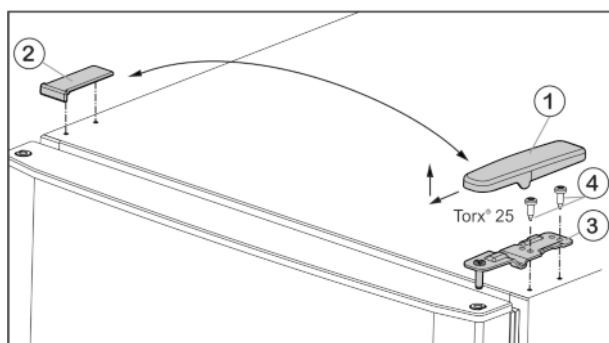
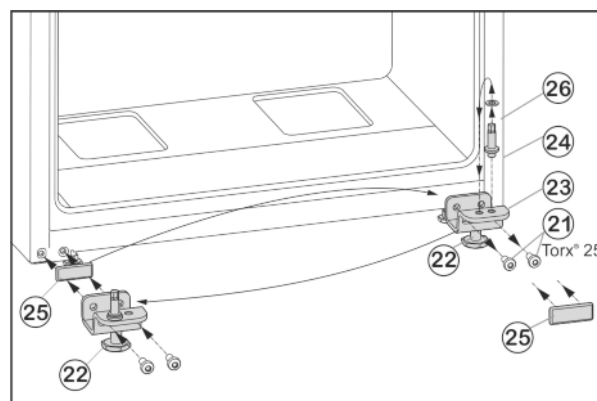

Fig. 5
Fig. 7
- Tõmmake kate Fig. 5 (1) suunaga ette- ja ülespoole maha.
- Tõstke kate Fig. 5 (2) pealt ära.
- Kruvige ülemine laagritugi Fig. 5 (3) küljest ära (2 tk Torx® 25) Fig. 5 (4) ja tõmmake ülespoole maha.
- Keerake kinnitsuskruvid Fig. 7 (21) välja.
- Võtke alumine laagripukk Fig. 7 (23) tervikuna koos laagripoldi Fig. 7 (24), seibi Fig. 7 (26) ja seadejalaga Fig. 7 (22) maha.
- Keerake laagripolt Fig. 7 (24) tervikuna koos seibiga Fig. 7 (26) välja, paigutage vastasküljel laagripuki kinnitusvasse ümber ning kruvige taas kinni.
- Võtke katteplaat Fig. 7 (25) ettevaatlikult maha ja paigutage vastasküljele ümber.
- Kruvige alumine laagripukk Fig. 7 (23) tervikuna koos laagripoldi Fig. 7 (24), seibi Fig. 7 (26) ja seadejalaga Fig. 7 (22) akutrelli kasutades uuel šarniirküljel taas tugevasti (4 Nm) külge.
- Asetage alumine uks ülaltpoolt laagripoldile Fig. 7 (24).
- Pange keskmine laagritugi (13) 180° võrra pööratult alumise ukse sisse ja keerake kinnitsuskruvidega (11)(2 tk Torx® 25) uuel šarniirküljel tugevasti (4 Nm) külge.
- Pange plastmass-seib (10) peale tagasi.
- Asetage ülemine uks keskmisele laagritoole (13).
- Pange ülemine laagritugi Fig. 5 (3) uuel šarniirküljel ukse sisse.
- Kruvige ülemine laagripukk tugevasti (4 Nm) külge (2 korda Torx® 25) Fig. 5 (4). Kasutage vajaduse korral akutrelli.
- Pange kate Fig. 5 (1) vastasküljel väljastpoolt peale ja fikseerige.
- ▶ Pange kate Fig. 5 (2) vastasküljel ülaltpoolt peale ja fikseerige.
- ▶ Keerake seadejalga Fig. 7 (22) alumisest laagritoest Fig. 7 (23) välja, kuni ta toetub vastu pörandat.